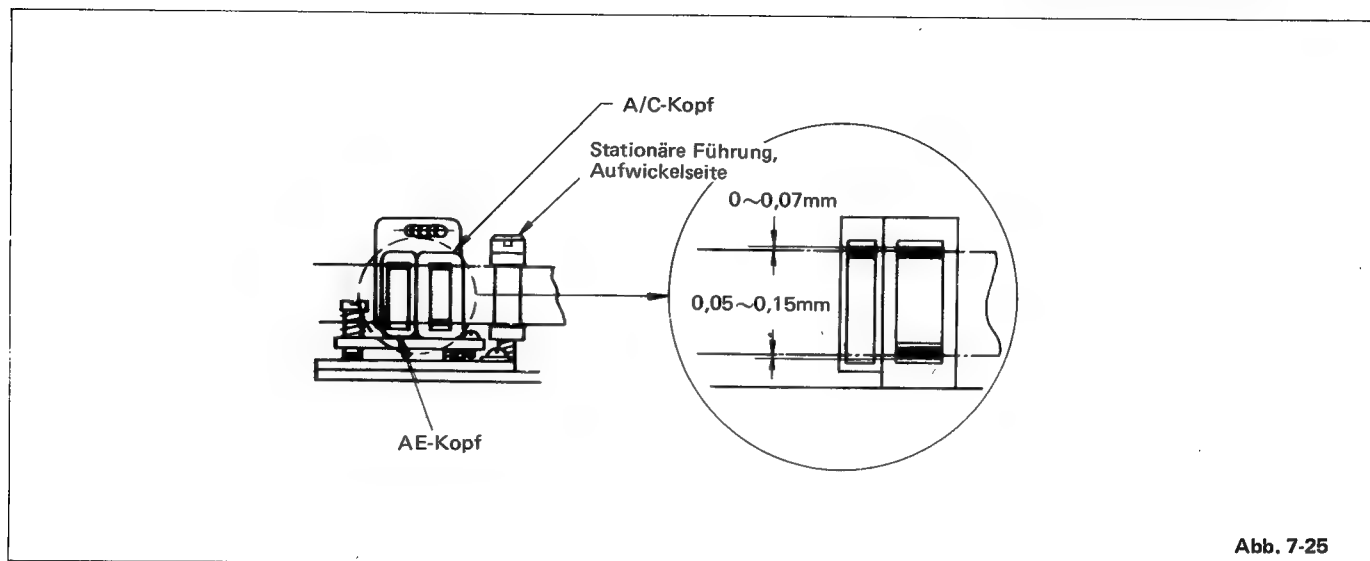

Abb. 7-25
- 3) Überprüfen, ob der A/C-Kopf die in Abb. 7-25 dargestellte Höhe und Neigung zum Band aufweist.
- 5) Wie aus Abb. 7-25 ersichtlich, sollte die Höhe des A/C-Kopfes mit Bezug auf das Band eingestellt werden.